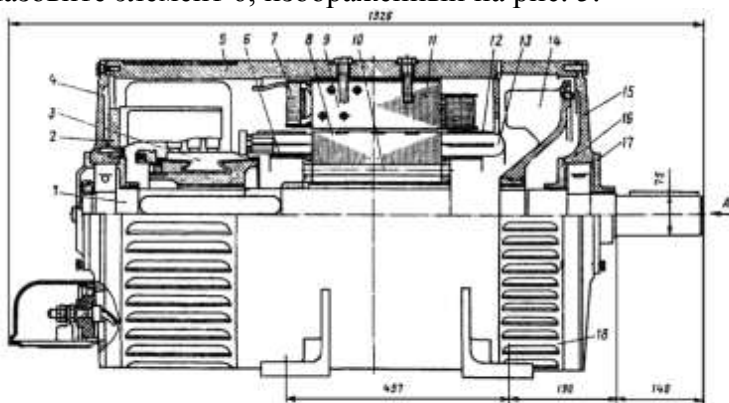

Рис. 5. Общий вид двигателя постоянного тока с высотой оси вращения  $h = 280$  мм.
9. Назовите элемент 6, изображённый на рис. 5.